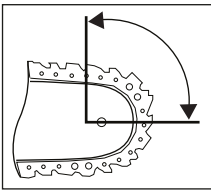

Fig. 1
- En algunos casos, el contacto con la punta de la espada puede causar una reacción inesperada de retroceso que provoca que el carril guía 23 se eleve en dirección al usuario (consulte la fig. 1).